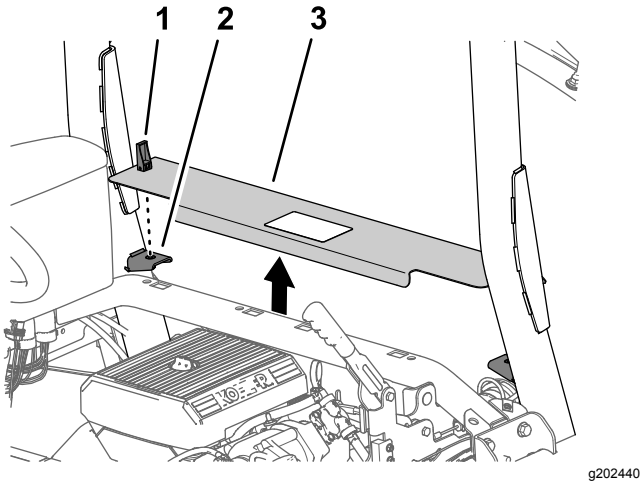

図 7
1. エンジンアクセスパネルのラッチのハンドルを上げる 図 7。
2. エンジンアクセスパネル持ち上げて機体から取り外す 図 7。